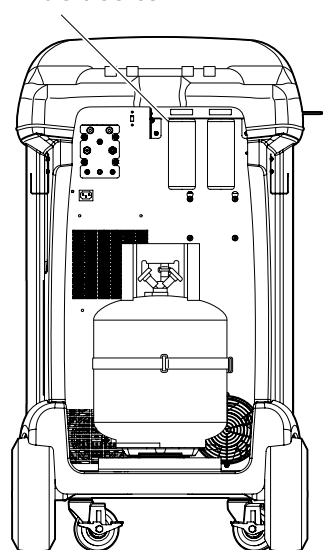

Figura 6
3. Deseche todo el aceite que haya en la botella de drenaje de acuerdo con la normativa aplicable. Consulte la Figura 6.